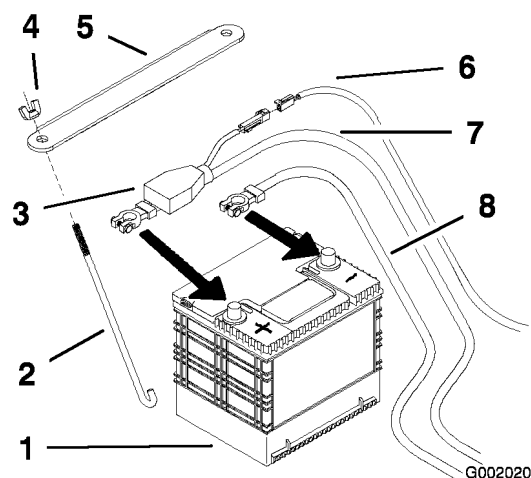

Figure 45
4. Commencez par débrancher le câble négatif de la borne négative (-) de la batterie (Figure 45).
5. Ôtez le capuchon rouge de la borne positive (rouge) de la batterie. Débranchez ensuite le câble positif (rouge) de la batterie (Figure 45).
1. Placez la batterie dans son support en tournant les bornes à l'opposé du réservoir hydraulique (Figure 45).
4. Fixez les câbles à l'aide de 2 boulons (1/4 x 3/4 po), 2 rondelles (1/4 po) et 2 contre-écrous (1/4 po) (Figure 45).
6. Fixez la batterie en position avec des boulons en J, une barrette de maintien et 2 rondelles (1/4 po), ainsi que 2 écrous à oreilles (1/4 po) (Figure 45).